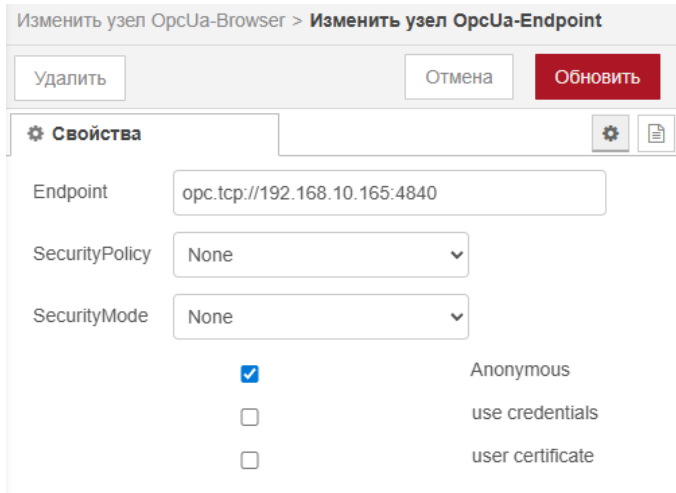

Рис. 3.31. Настройка конфигурации конечной точки
5. Установите режим безопасности на None (можно добавить защиту позже) (см. рис. 3.31).